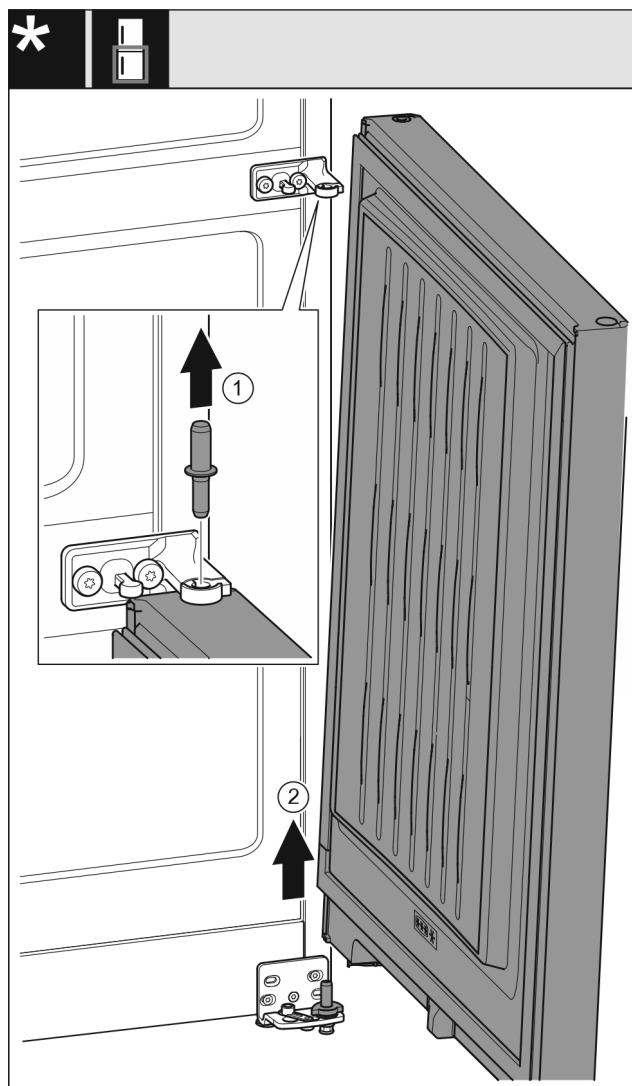

Fig. 26 Bez prigušivača zatvaranja*
- Izvucite svornjak Fig. 26 (1) prema gore.*
- Zakrenite vrata Fig. 26 (2) prema van, povucite ih prema gore i stavite ih na stranu.*